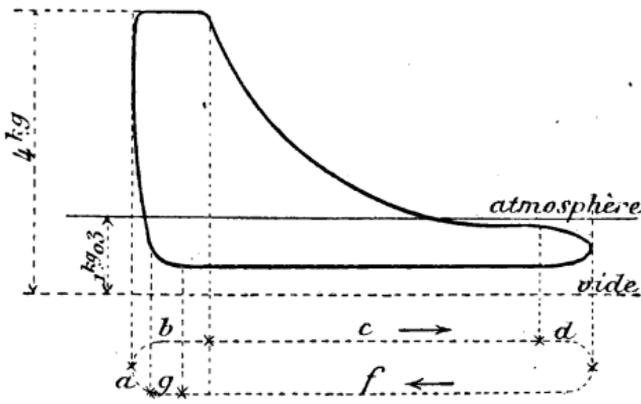

Fig. 177.
**Diagramme.** — Courbe qui représente les valeurs des pressions, des vitesses, des efforts, etc., qui correspond à un phénomène mécanique. Exemple : au moyen d'un appareil dit indicateur de Watt, on relève le diagramme (fig. 177) des